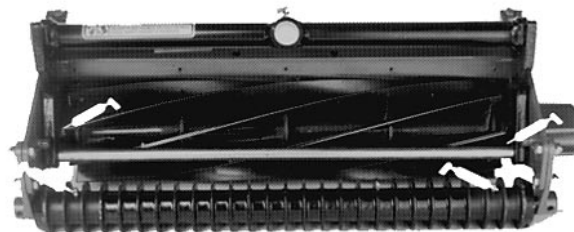

Fig. 8
Su ogni apparato falciante vi sono sei (6) ingrassatori (Fig. 8 e 9), che debbono essere lubrificati con grasso universale a base di litio N.2. Per ottenere risultati ottimali si consiglia di usare una pompa a mano per ingrassaggio a pres-